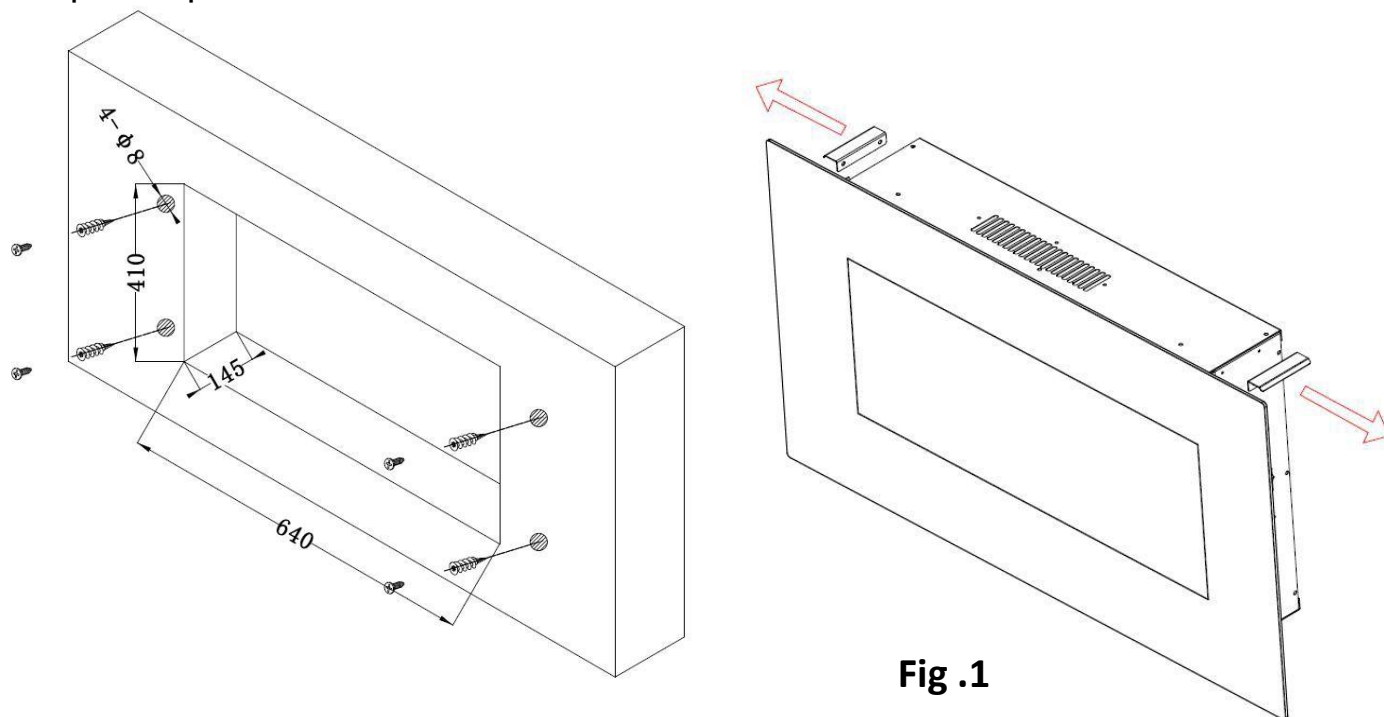

Fig .1
**Nota:** Togliere i due manici prima di procedere all'installazione (vedi Fig.1)